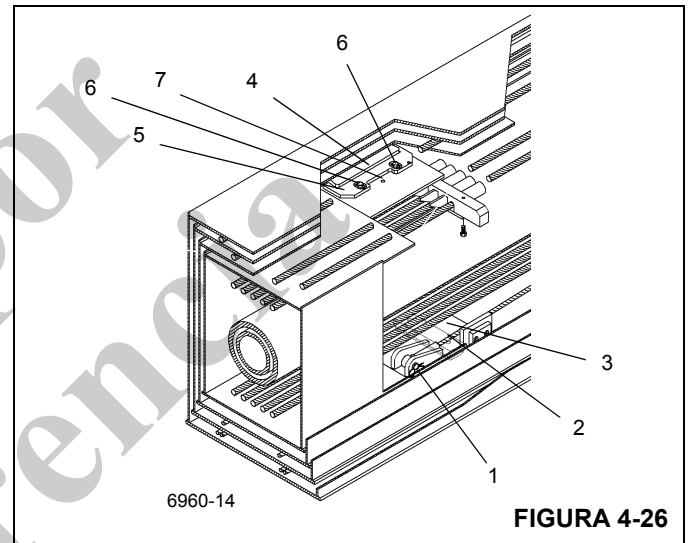

FIGURA 4-26
8. Con pasadores, pasadores hendidos y la pinza de seguridad (1), fije los cuatro cables de retracción de la sección de extremo (2) que están en el fondo de la sección central exterior a las orejetas en la parte trasera de la sección de extremo (3) (Figura 4-26).
18. A través del agujero de acceso superior de la sección central exterior, coloque las dos almohadillas de desgaste ajustables (4) en la parte superior trasera de la sección de extremo. Instale cada sujetador de almohadilla de desgaste (5) y sin apretar instale cada uno con dos pernos y arandelas (6) (Figura 4-26). Instale las arandelas descentradas, los pernos y las arandelas (7). Utilice las arandelas descentradas para ajustar las almohadillas de desgaste de modo que se encuentren a 1 mm (0.03 pulg) o menos de cada una de las placas laterales de la sección exterior siguiente. Apriete la arandela descentrada y los pernos.